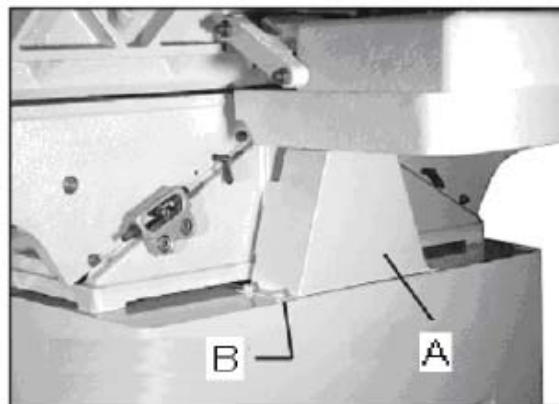

Рис. 4
1. Открутите 4 винта с 4 шайбами (В, Рис. 4) и снимите защитное ограждение ремня (А, Рис. 4).
1. Открутите 4 винта с 4 стопорными и 4 плоскими шайбами (В, Рис. 4) и снимите защитное ограждение ремня (А, Рис. 4).
5. Установите на место заднюю панель и защитное ограждение ремня (Рис. 4 и 5).